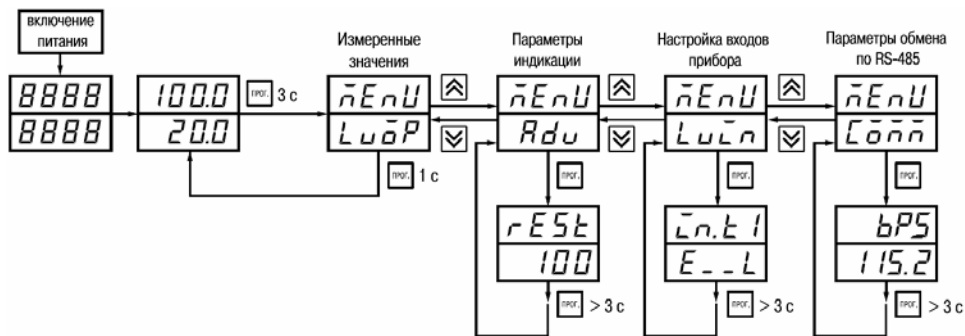

Рисунок 7.1
7.1.2 Основные параметры прибора TPM200 объединены в 4 группы *LuōP*, *Rdu*, *LuĪn* и *Īōññ*, составляющие меню прибора (рисунок 7.1). Полный список программируемых параметров приведен в приложении Б.